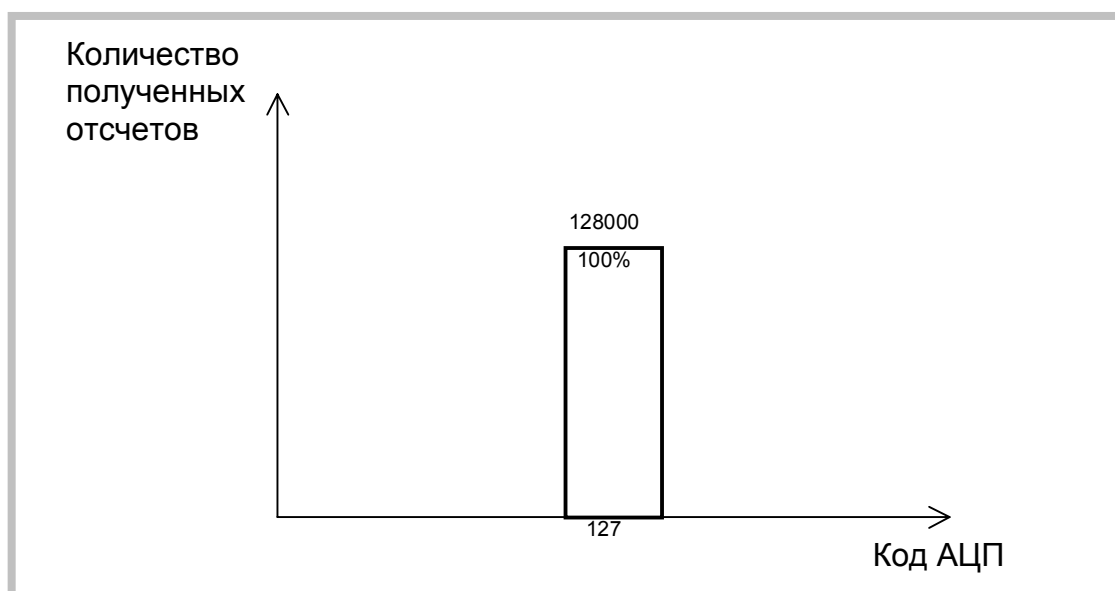

Рисунок 17. Статистика результатов данных 4
- 4) Диапазон входного сигнала АЦП платы ЛА-н10М6 $\pm 5\text{В}$. Частота запуска АЦП - 6,25 МГц. Число собранных отсчетов 128000 (Рисунок 17).